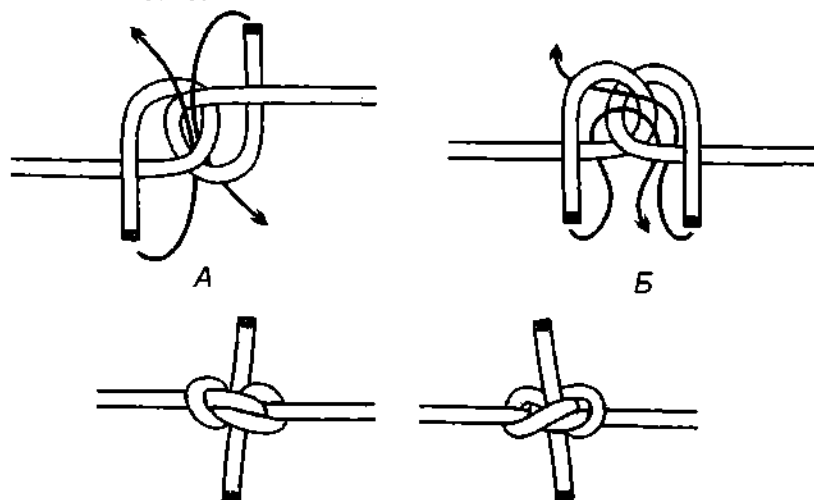

Рис. 852. А – 1-й способ вязки **одностороннего узла**; Б – 2-й способ вязки **одностороннего узла**.
**Односторонний узел** – это **охотничий узел**, у которого изгибы одной из сторон перекручены (рис. 852). Свойства **одностороннего узла** такие же, как у **охотничьего узла**, отличаются узлы лишь формой – **охотничий узел** идеально симметричный, а про **односторонний узел** такого не скажешь.